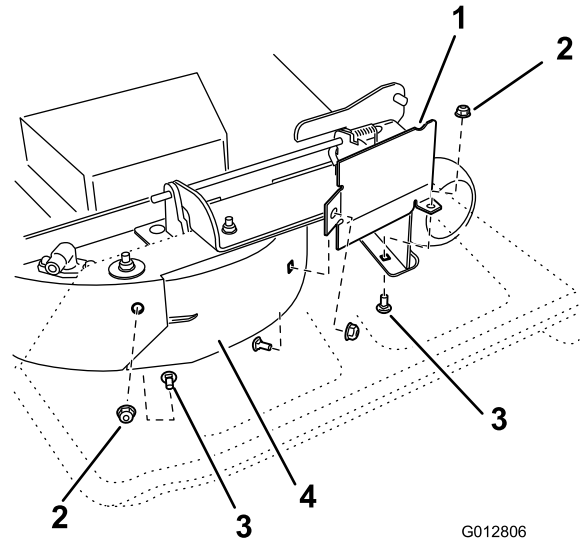

Bild 33
8. Entfernen Sie die Schlossschraube (5/16" x 3/4") und die Sicherungsmutter (5/16") an der Rückwand des Mähwerks, mit denen das Ablenkblech am Mähwerk befestigt ist (Bild 33).
9. Ermitteln Sie den Ablenkblechschutz an der vorderen Kante der Seitenauswurföffnung. Entfernen Sie die Befestigungen, mit denen der Ablenkblechschutz und das rechte Ablenkblech am Mähwerk befestigt sind, siehe Bild 33. Entfernen Sie den Ablenkblechschutz und bewahren Sie die Befestigungen auf.